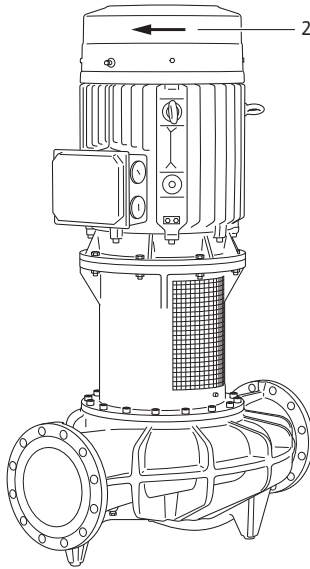

Fig. 47: Dönüş yönünün kontrol edilmesi
- Kısa süre açılarak, dönme yönünün fan kapağı üzerindeki ok işareti ile aynı olup olmadığı kontrol edilmelidir (bkz. Fig. 47, Poz. 2). Dönme yönü yanlış ise şu şekilde hareket edilmelidir: